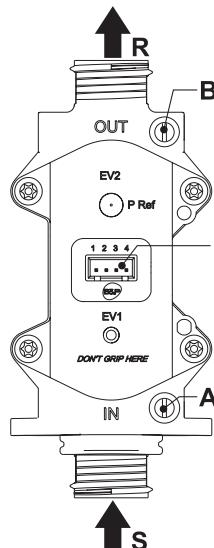

Рис. 16. Газовый клапан
- 1) Подключите манометр к штуцеру замера давления выходящего газа на газовом клапане (поз. «В» рис. 16).